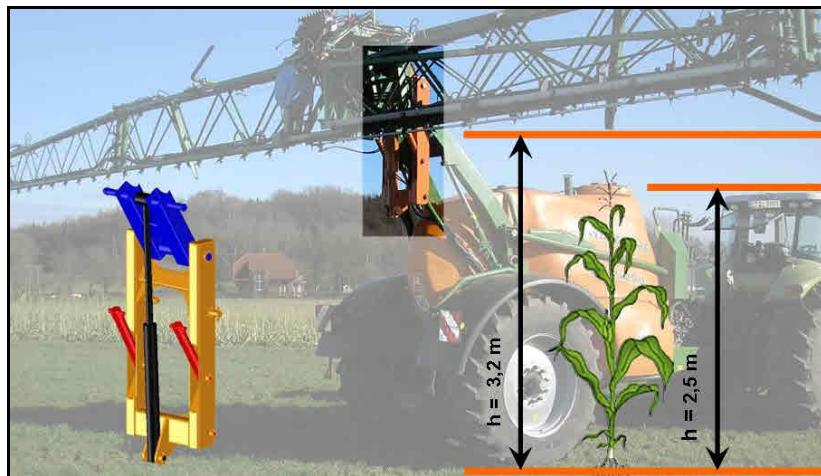

Рис. 120
- (1) Система принудительной циркуляции (DUS)
- (2) Переключающий кран DUS
- (3) Клапан ограничения давления DUS
- (4) Обратный клапан DUS
6.25 Линейные фильтры для распределительных трубопроводов**Линейные фильтры (Рис. 120/1)**